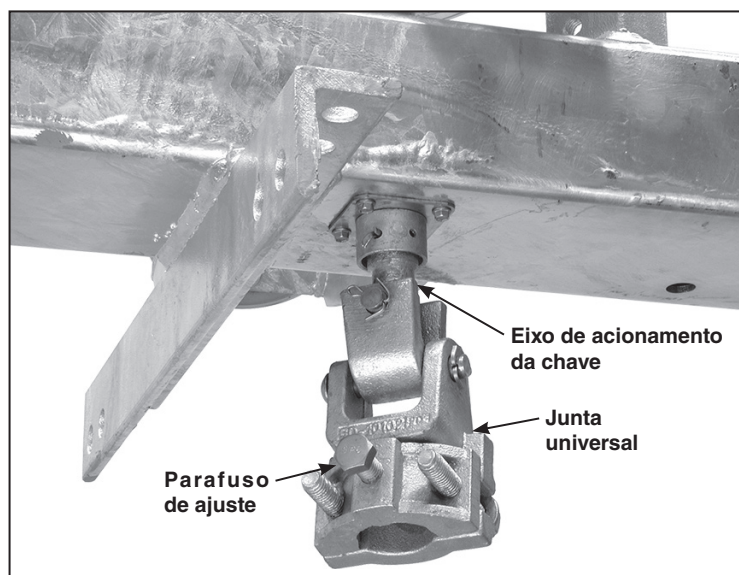

Figura 14. Acoplamento da junta universal ao eixo de acionamento da chave.
PASSO 12. Para o acoplamento chave — tubo, fixe uma junta universal do tipo com mancal ao eixo de acionamento da chave, na parte inferior da chave. Ver Figura 14.